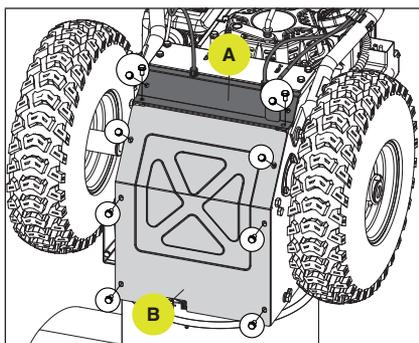

Figure 73
3. Retirez les couvercles du châssis de la base (A et B) du dessous de la souffleuse à neige en enlevant les dix boulons M6 × 12. (Fig. 73)